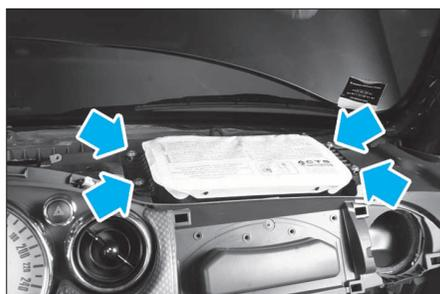

FIG. 28
- Déconnecter le connecteur (2).
- Déposer les quatre vis maintenant l'airbag (Fig.28).